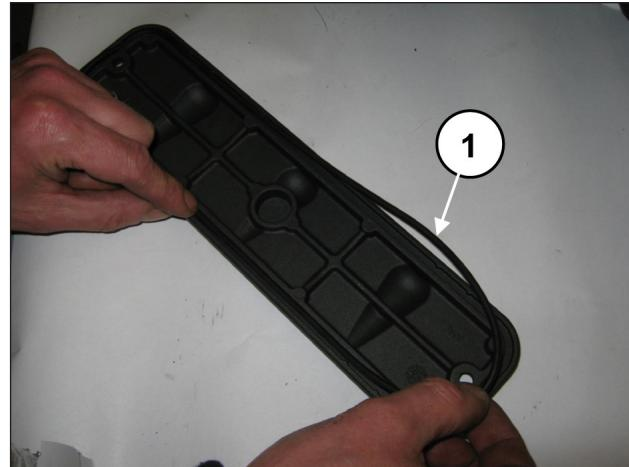
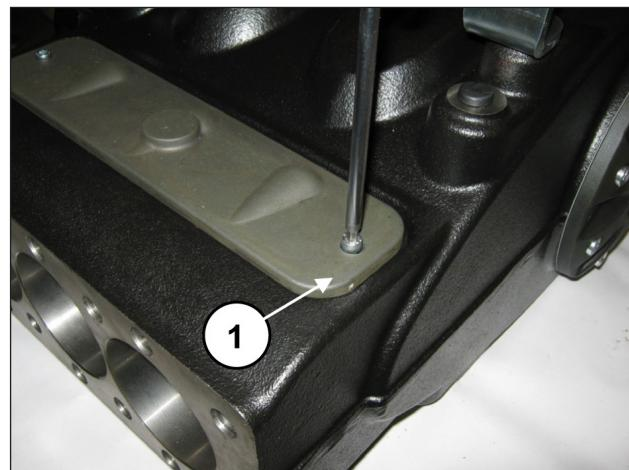

Fig. 93
Fig. 94
Applicare i coperchi ispezione con O-ring (pos. ①, Fig. 93) e serrare mediante 2 viti M6x14 (pos. ①, Fig. 94) e 2 viti M6x40. Tarare le viti con chiave dinamometrica come indicato nel capitolo 3 TARATURE SERRAGGIO VITI.